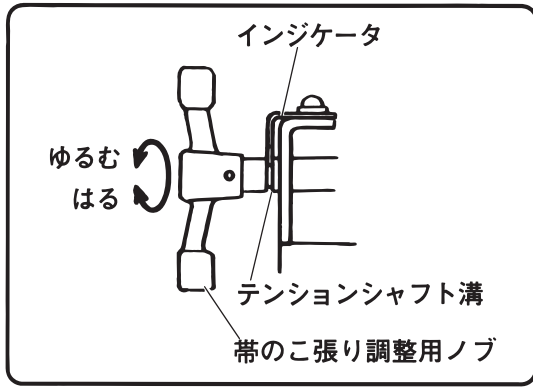

図 21
- (9) さらに、帯のこ張り調整用ハンドルを時計方向にまわし、テンションシャフト溝とインジケータを一致させます。(図21)